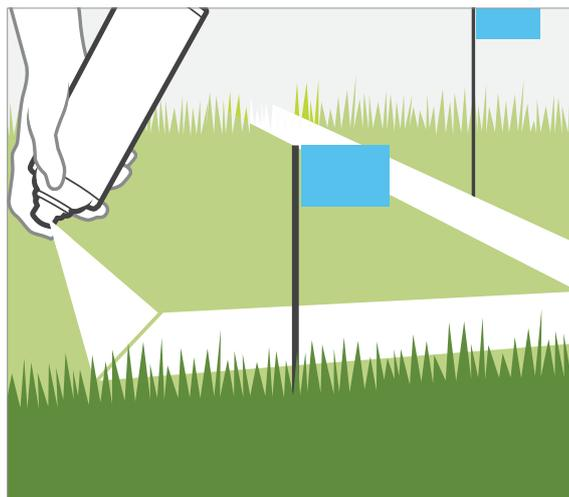

Abbildung 1
1. Vor dem Ausheben der Gräben ist der Verlauf des Bewässerungssystems mit kleinen Fähnchen oder Markierungsspray zu kennzeichnen. Kennzeichnen Sie den Verlauf des Bewässerungssystems *Abbildung 1.*